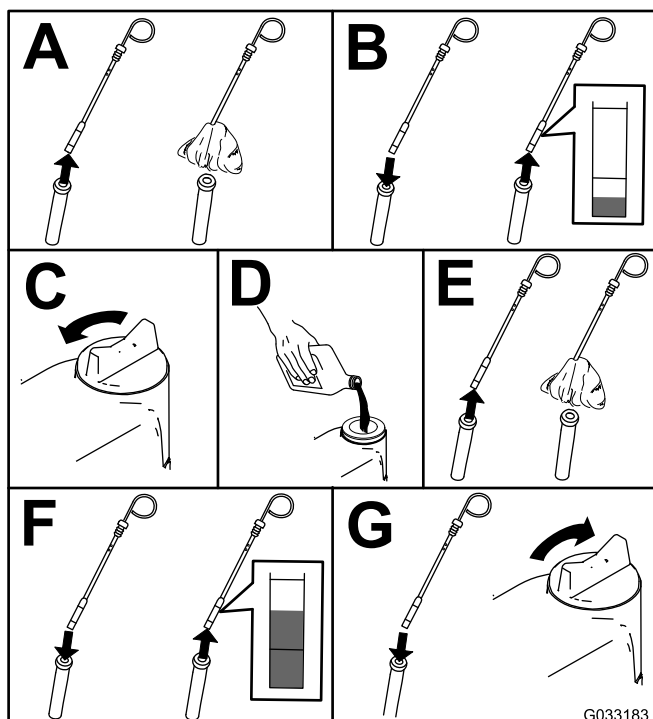

Figure 48
2. Contrôlez le niveau d'huile moteur (Figure 48).